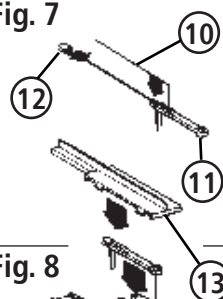

Fig. 9
6. Die Abdeckung (13) aufdrücken - anschließend kann der Unterflurantrieb über die Schraubenlaschen montiert werden (Fig. 9).
6. Press on cover (13) - then the under-baseboard motor can be attached with the screw notches in the mount (fig. 9).